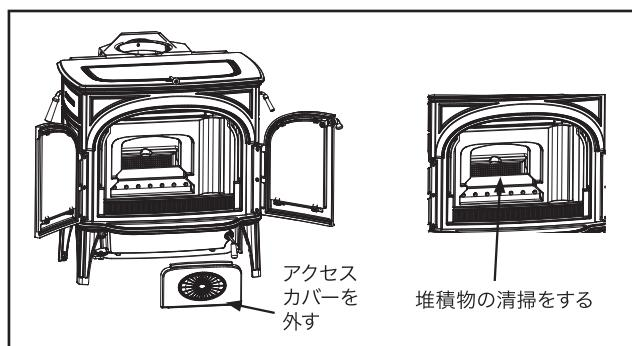

図3.7 二次燃焼室内に蓄積した灰を点検、清掃してください。
- オプションの触媒を設置している場合は、触媒に溜まった灰を確認し、きれいに落とします。煙突の掃除と一緒に行うと効率的です。二次燃焼室内を確認し、灰が溜まっていたら、掃除機で吸い取ります。（図3.7）